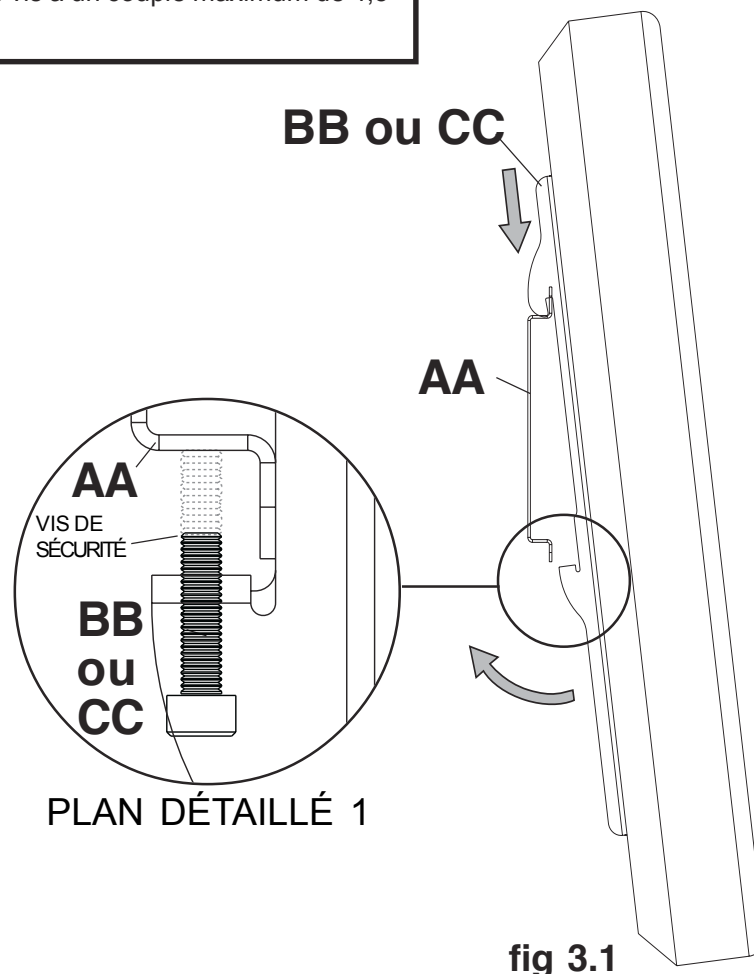

fig 3.1
- 3** Accrochez les supports adaptateurs (**BB** ou **CC**) sur la plaque murale (**AA**). Ensuite, faites pivoter lentement l'écran vers l'intérieur, comme illustré. À l'aide de la clé hexagonale (**FF**), tournez les vis de sécurité dans le sens horaire au moins six fois pour empêcher l'écran de se détacher, comme illustré sur le plan détaillé 1 de la figure 3.1.